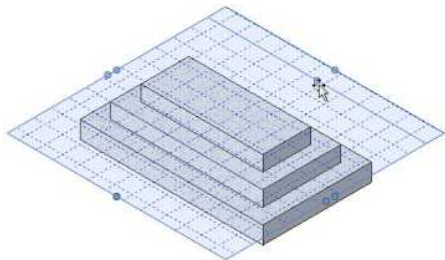

图 2-3 拖曳更改大小
(1) 选择视图中的工作平面，拖曳平面的边界控制点，改变大小，如图 2-3 所示。